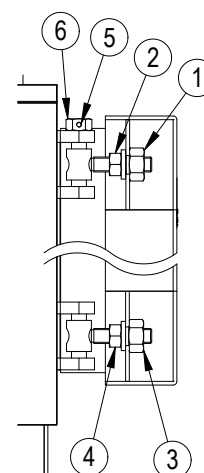

fig. 10
5.6.2 Para modelos MEGAPREX 720N+1060N (Fig. 10)